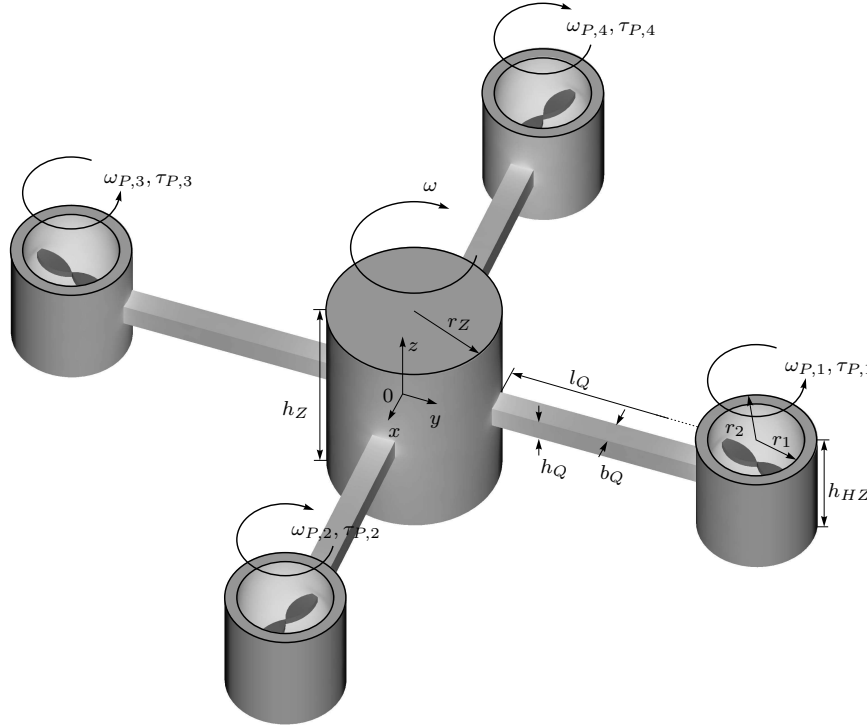

Abbildung 3: Skizze eines Quadcopters.
**Beispiel 3:** Abbildung 3 zeigt einen sogenannten Quadcopter. Dieser besteht aus einem Zylinder (Radius  $r_Z$ , Höhe  $h_Z$ , Masse  $m_Z$ ) als Korpus, vier quaderförmigen Verbindungsstücken (Länge  $l_Q$ , Breite  $b_Q$ , Höhe  $h_Q$ , Masse  $m_Q$ ) und vier Hohlzylindern (Außenradius  $r_2$ , Innenradius  $r_1$ , Höhe  $h_{HZ}$ , Masse  $m_{HZ}$ ), in denen sich die identischen Propeller mit dem Radius  $r_P$  befinden. Die Quader setzen jeweils in der Mitte des Zylinders bzw. der Hohlzylinder an. Alle Elemente sind aus homogenen Materialien gefertigt.